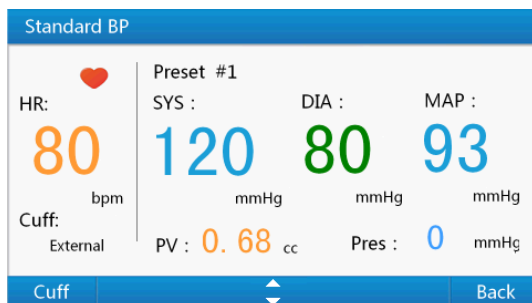

Figura 16 Interfaccia di simulazione della BP in condizioni standard
- 1) Selezionare **"Standard BP"** all'interno del menu **"BP Simulation"** o utilizzare il tasto numerico **"4"** per accedere all'interfaccia di simulazione della BP in condizioni standard mostrata nella Figura 16.